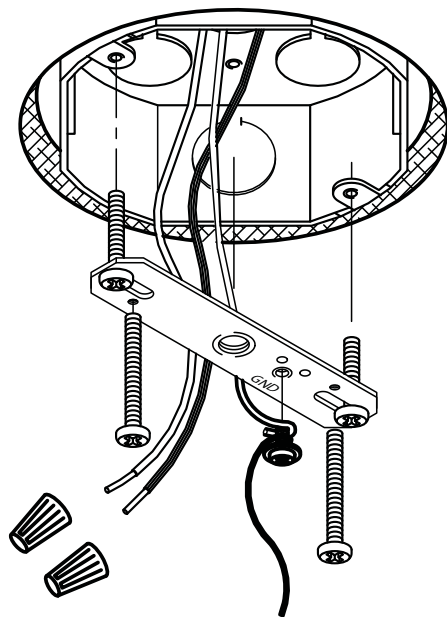

Figure 2
3. **Thread two 2" Screws (2)** about ¼" into the Crossbar. **See Fig 2.**
4. **Ground fixture by lifting Fixture Housing (3)** to junction box and connect the bare copper ground wire from the junction box and the green ground wire from the fixture by wrapping them under the head of the green ground screw on the Crossbar. Tighten green ground screw to secure ground wires. Or, use Wirenut (6) to secure fixture ground wire & junction box ground wire together. (*If house wiring does not include a ground wire, consult your local electrical code for approved grounding methods*). **See Fig 2.**
3. Enrosque (2) tornillos de 2" como ¼" dentro de la barra transversal. **Vea Fig. 2**
4. Para hacer tierra, levante la luminaria hacia la caja de ensambladura y conecte el alambre de cobre de hacer tierra de la caja de ensambladura y el alambre verde de hacer tierra de la luminaria envolviéndolos por debajo de la cabeza del tornillo verde de hacer tierra en la barra transversal. Apriete el tornillo verde para asegurar los alambres o use capuchones de alambres para asegurar y juntar el alambre de hacer tierra de la luminaria con el alambre de hacer tierra de la caja de ensambladura. (Si el cableado de la casa no incluye un alambre de hacer tierra, consulte su código eléctrico local para los métodos de hacer tierra aprobados). **Vea Fig. 2.**